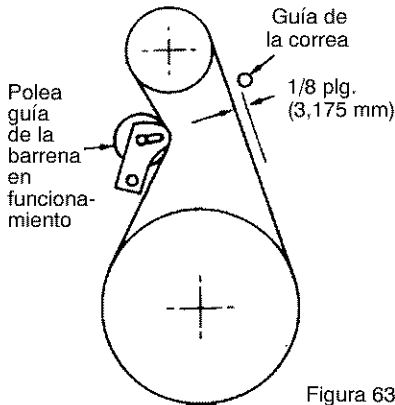

Figura 63
3. Mida la distancia entre la guía de la correa y la correa. La distancia debe ser de 1/8 de pulgada (3,175 mm) para la guía. (Figura 63).